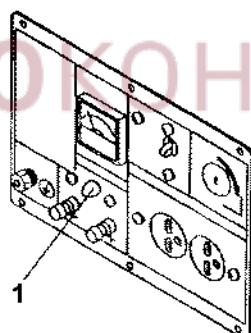

Рис. 69
- Если используется источник постоянного тока, нажмите кнопку RESET (СБРОС) (1), чтобы активизировать прерыватель цепи постоянного тока.(Рис. 69)